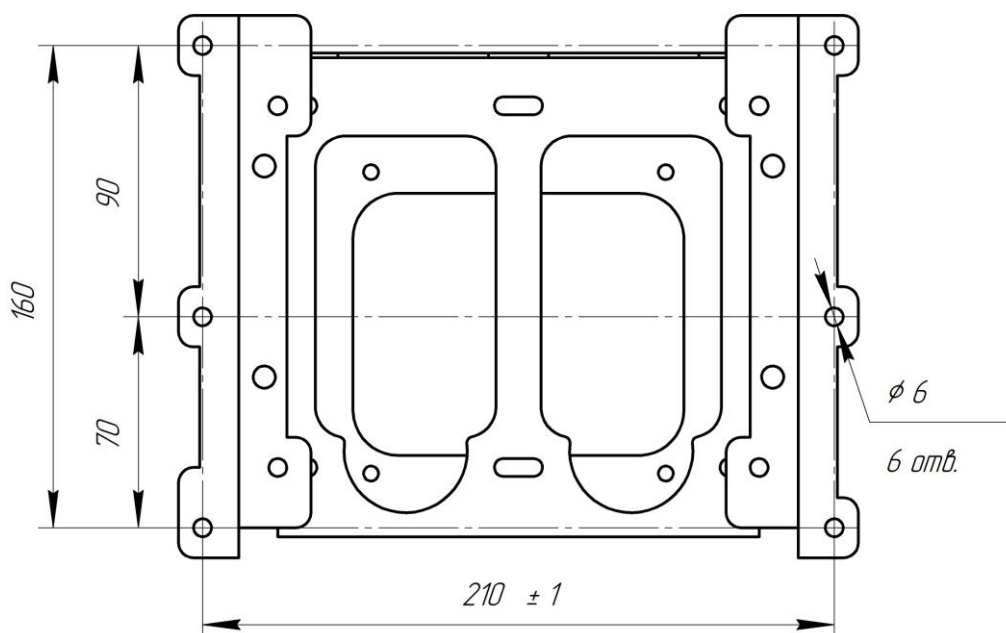

Рис.2. Кронштейн закрепления монитора. Присоединительные размеры
4.4.1 Монитор СВН устанавливается на кронштейн (см. рис.2), входящий в комплект поставки.